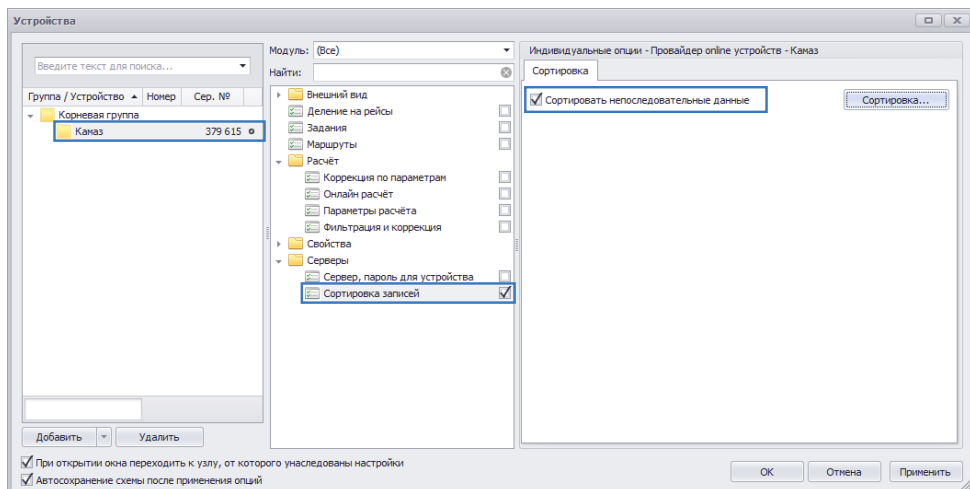

Рис.16. Включение сортировки непоследовательных данных.
- Для выполнения сортировки необходимо перейти в меню «Устройства», выбрать нужное транспортное средство, затем перейти в раздел настроек «Серверы – Сортировка записей», на вкладку «Сортировка». На этой вкладке необходимо включить опцию «Сортировать непоследовательные данные» (Рис.16). При включенной настройке непоследовательные данные при загрузке с сервера в диспетчерскую программу будут автоматически сортироваться в хронологическом порядке.